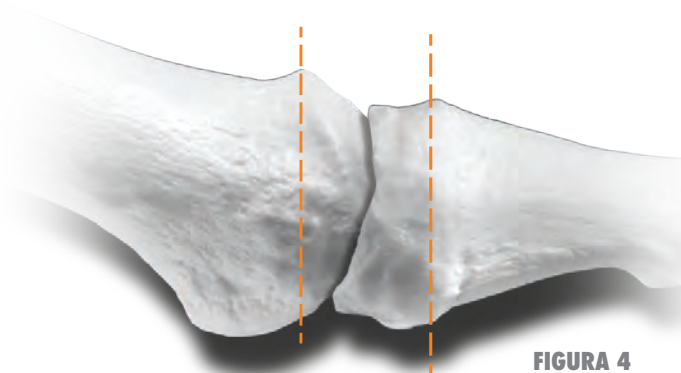

FIGURA 4
- Le resezioni articolari sono dritte, parallele e allineate con l'asse di carico, quindi non sono necessarie guide di taglio. (**Figura 4**).